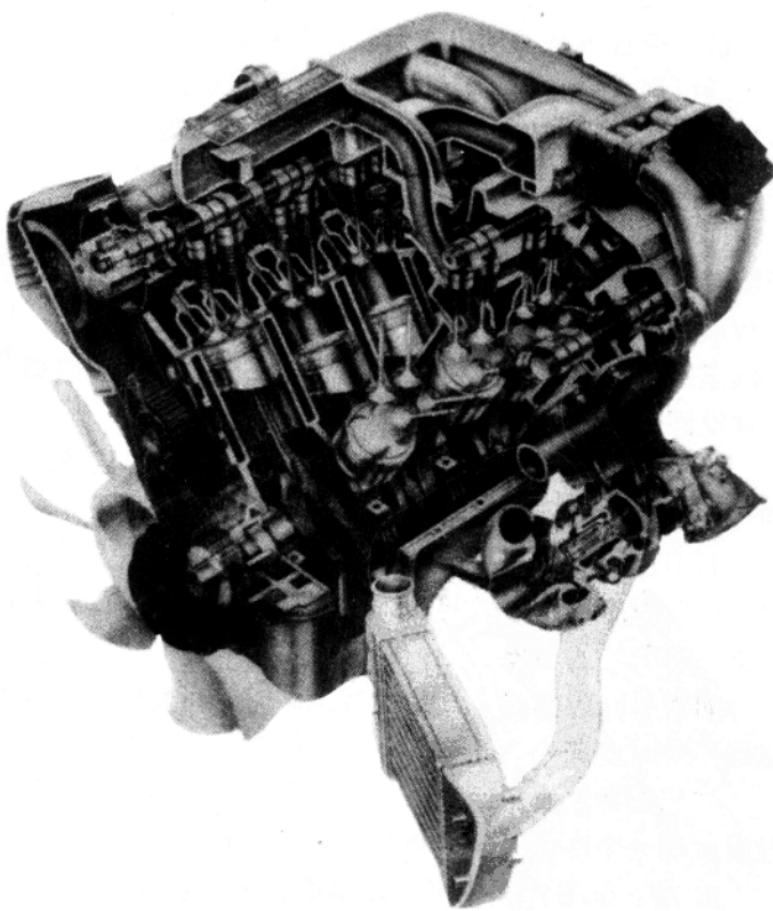

图4 顶上双凸轮轴发动机
(4)DOHC 为上置双凸轮轴发动机,一个凸轮轴负责进气门,另一个凸轮轴负责排气门,发动机吸气量加大,出力更好,反应更快,为现代新开发发动机所广泛使用。如图 4 所示。